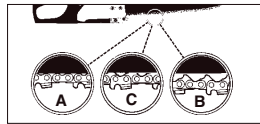

Fig. 5
**⚠ MISE EN GARDE** : si la chaîne est **TROP LÂCHE** ou **TROP SERRÉE**, le pignon, le guide-chaîne, la chaîne et les paliers de vilebrequin s'usent plus rapidement. Reportez-vous à la Fig. 5 pour plus d'informations sur la tension correcte à froid (A) et la tension correcte à chaud (B), ainsi que comme guide pour savoir quand la chaîne doit être réglée (C).